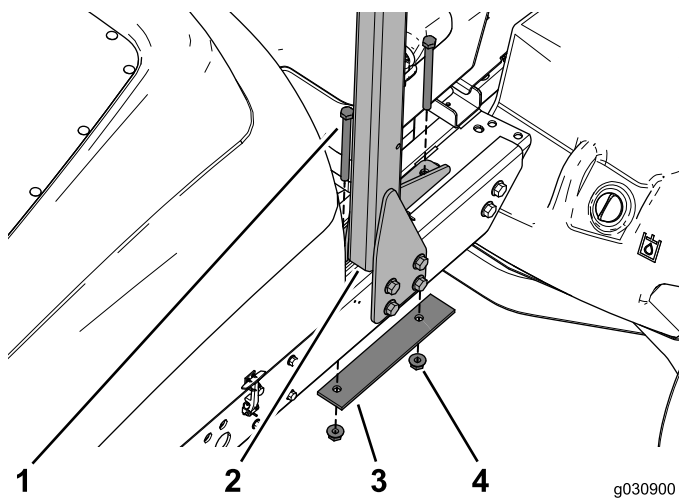

Figure 5
6. Disposez la plaque du faisceau et le compartiment de la batterie afin de pouvoir retirer les 2 boulons, la plaque de renfort et les écrous à embase qui fixent le ROPS au sommet du cadre (Figure 5).